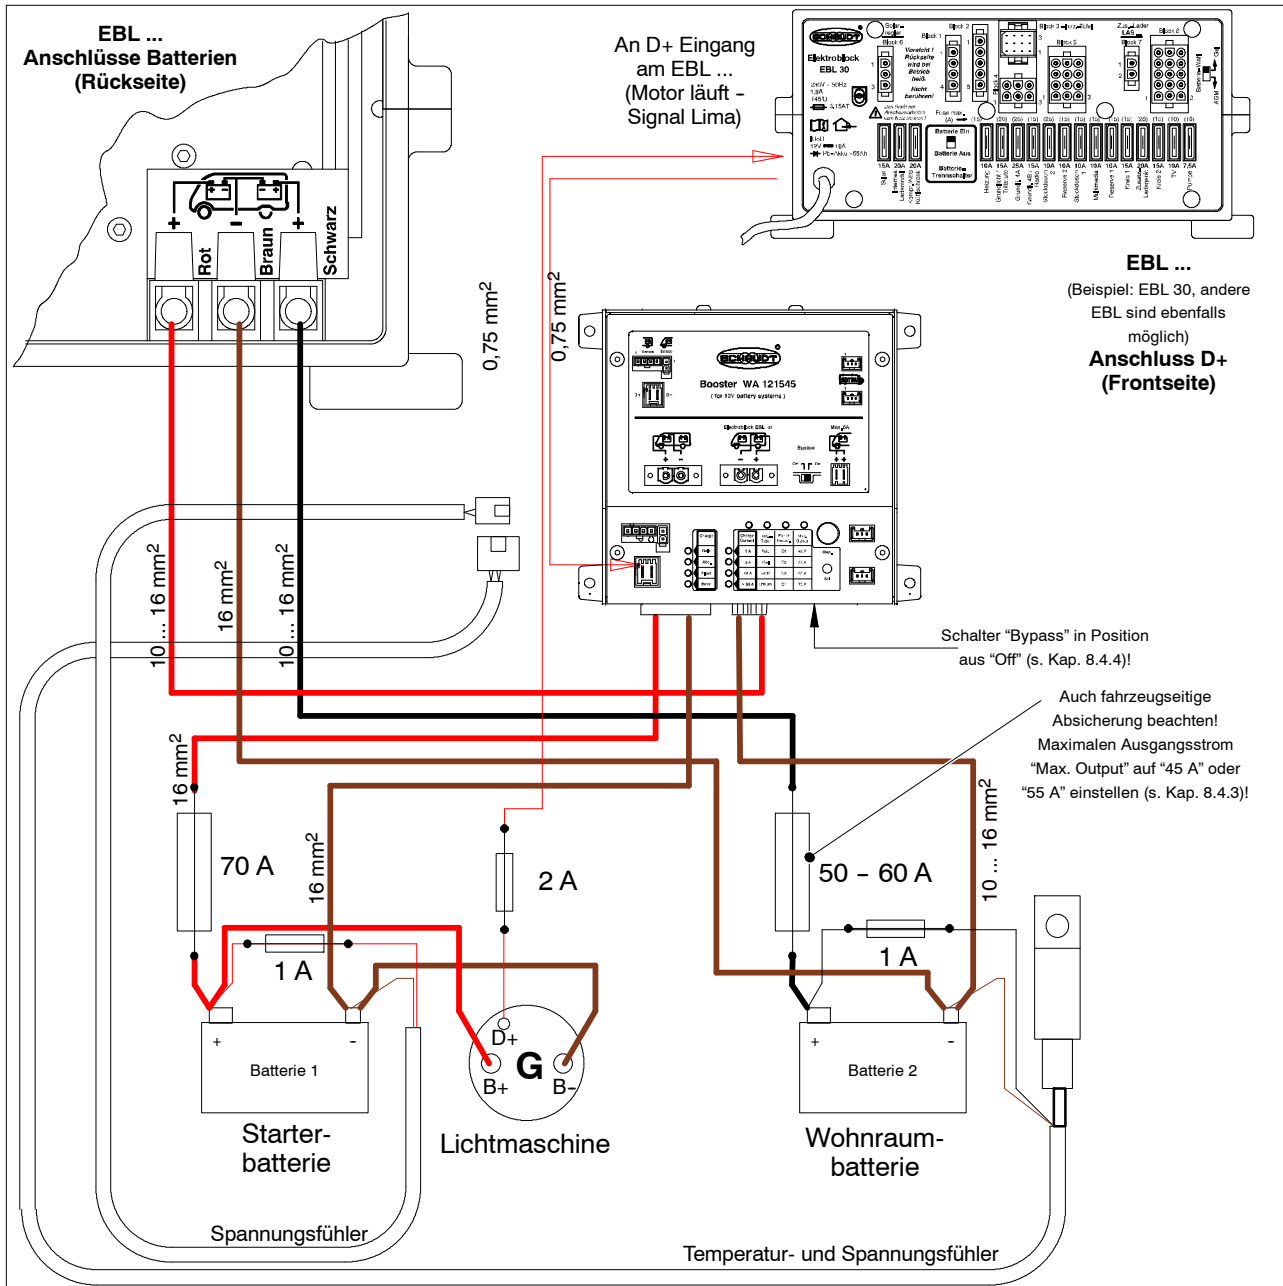

Bild 6 Fahrzeuge mit Schaudt EBL ... - Masseverbindung am Booster
- ▶ Alle Kabelverbindungen gemäß Bild 6, 7 oder 8 herstellen. Dabei auf erforderliche Kabelquerschnitte und auf den richtigen Einbau der Sicherungen achten. Sicherungen noch nicht in die Sockel einsetzen.
Verwendung Einfacher Anschluss des Boosters an das fahrzeugseitige System unter der Voraussetzung, dass die Absicherung bereits fahrzeugseitig vorhanden ist, z. B. bei serienmäßig vorhandenem Schaudt EBL ... (siehe Beispiel Abb. 6).